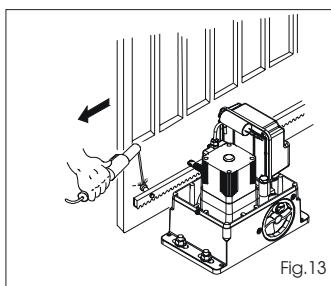

Fig.13
- 3) Poser horizontalement sur le pignon le premier élément de la crémaillère et souder le cliquet taraudé sur le portail d'après la Fig. 13.